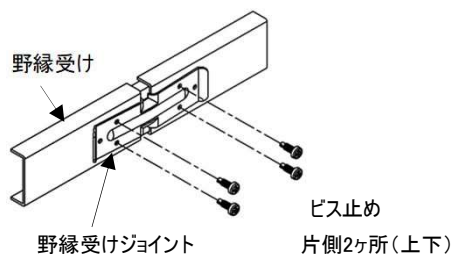

図 2-2 野縁受け接続部
- ・野縁受けの接続部は野縁受けジョイントを使用し、隣り合う野縁受けのジョイント部分が、交互になるよう取り付ける。その際 $\phi 4$ ビス(4本)で背側からビス止めする。(図2-2参照)